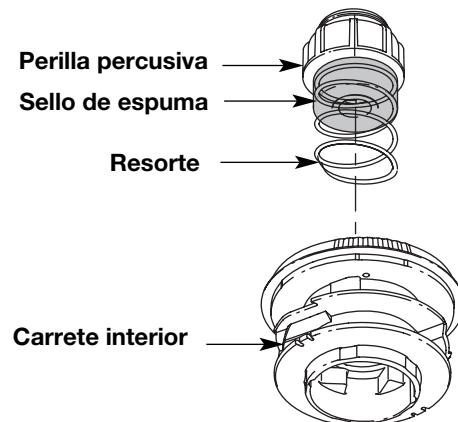

Fig. 18
- Saque la perilla percusiva, el resorte y el sello de espuma girando la perilla percusiva en sentido antihorario (Fig. 18).
7. Coloque la botón de tope, el resorte y el sello de espuma en la bobina exterior (Fig. 18).
3. Saque el carrete interior con la línea existente de la bobina exterior (Fig. 18).